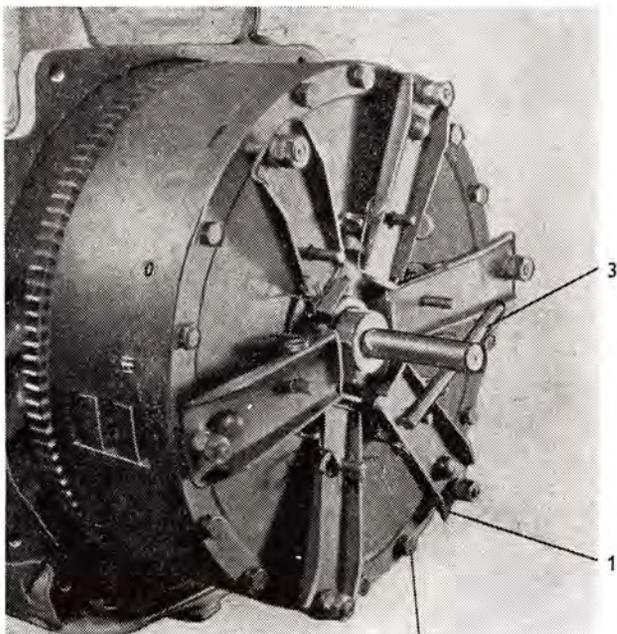

Abb. 52
1. Der Fahrtausrückhebel ist am kürzeren Hebelende zu unterlegen (Abb. 52/1).
2. Zwölf Schrauben M 8×35 der Kupplungsabdek-kung (Abb. 52/2) sind auszuschrauben und die ganze Kupplung ist aus dem Schwungrad heraus-zunehmen. Schliesslich ist noch die Fahrkupp-lungslamelle, die im Schwungradkörper verblieben ist, herauszunehmen.